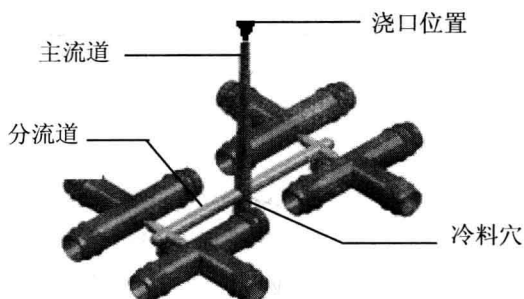

图 1-3 模具的浇注系统
- 浇注系统：它是将熔融塑料由注射机喷嘴引向型腔的通道。通常，浇注系统由主流道、分流道、浇口、和冷料穴 4 个部分组成，如图 1-3 所示。